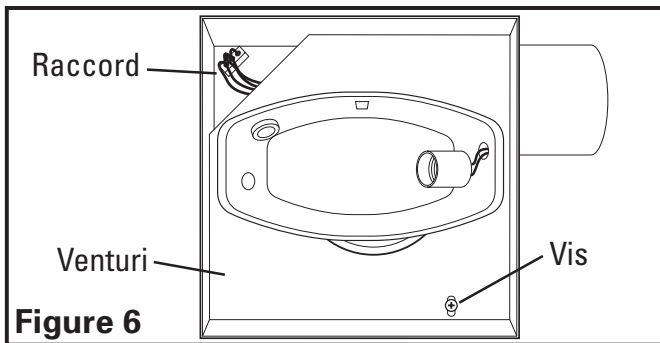

Figure 6
- 1b. **Compartiment de câblage interne:** enlever la vis retenant l'assemblage de la soufflante (venturi) en place et soulever l'assemblage hors du châssis (**Figure 6**). Enlever la vis du couvercle du compartiment à câblage et mettre le couvercle dans un endroit sécuritaire